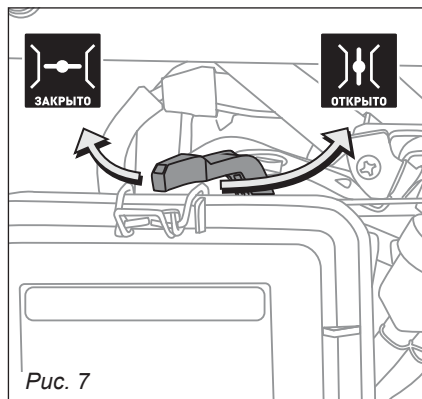

Рис. 7
- Поверните рычаг воздушной заслонки в положение «**ЗАКРЫТО**» (рис. 7).
Чтобы остановить двигатель в случае крайней необходимости, поверните переключатель в позицию «ВЫКЛ» (см. рис. 7).